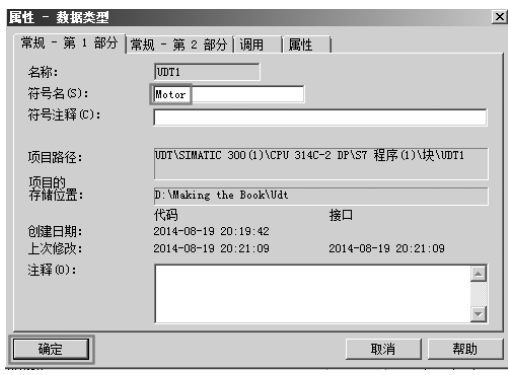

图 5-26 将 UDT 符号命名为“Motor”
2) 打开 UDT 的属性，将其符号命名为“Motor”，单击“确定”按钮，如图 5-26 所示。再打开 UDT1，在其中创建如图 5-27 所示的数据结构，“Motor”就是一个自定的数据类型，共有 4 个参数，这个新自定义的数据类型，可以在程序中使用。